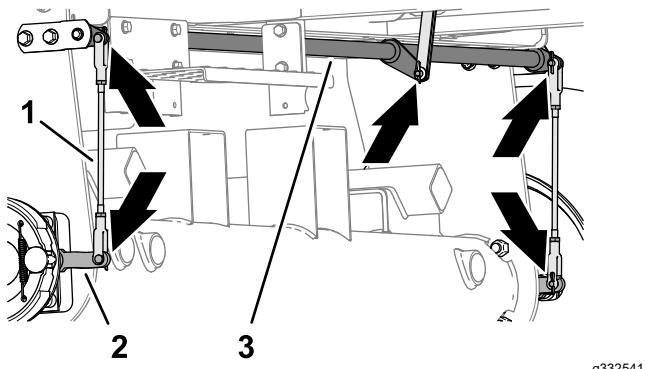

Figura 71
- Inspecione los conjuntos de varilla de freno derecho e izquierdo (Figura 71) en busca de daños o desgaste.
- Inspecione el eje de articulación del freno (Figura 71) en busca de daños o desgaste.